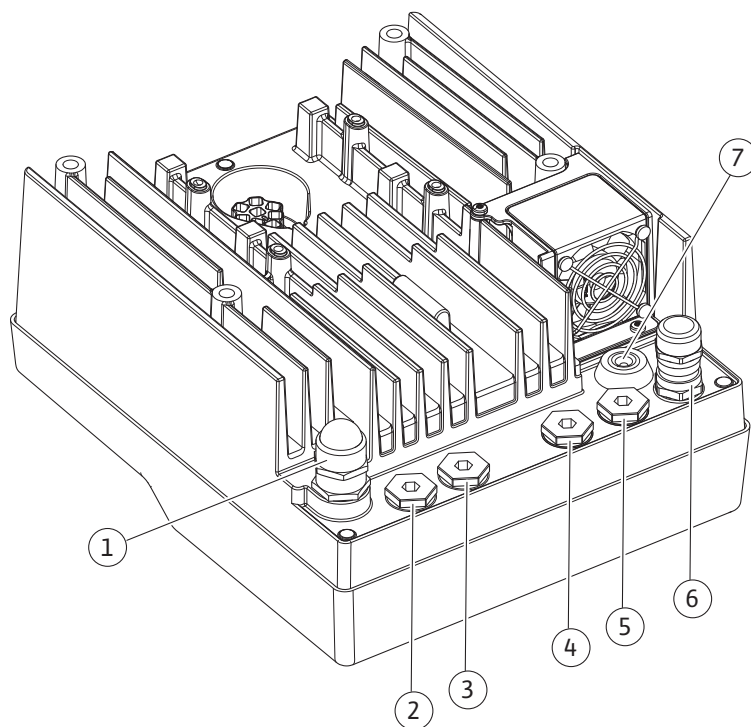

Fig. 10: Navojni priključci kabla/priključci za kablove
- CIF modul na automatizaciji zgrade (komunikacija preko sabirnica): Oklop se povezuje na elektronski modul pomoću kablovskog uvodnika (Fig. 10).
4. Sprovesti priključni kabl kroz navojni priključak kabla M25 (Fig. 10, poz. 1). Navojni priključak kabla zategnuti zadatim obrtnim momentom.